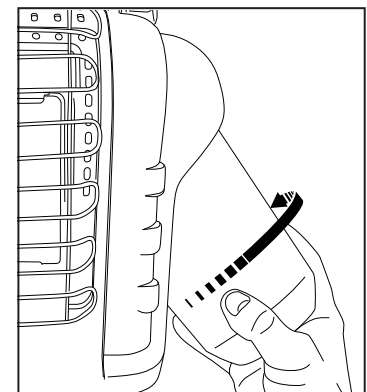

Рисунок 2: Присоединение газового баллона
- При использовании баллона с пропаном: Поверните регулятор наружу, чтобы облегчить установку баллона. Введите одноразовый баллон с пропаном (G31) весом 465 г в переносной обогреватель по часовой стрелке (снизу) до отказа; см. рисунок 2. При данном способе соединения НЕ РЕКОМЕНДУЕТСЯ использовать резьбовой герметик.